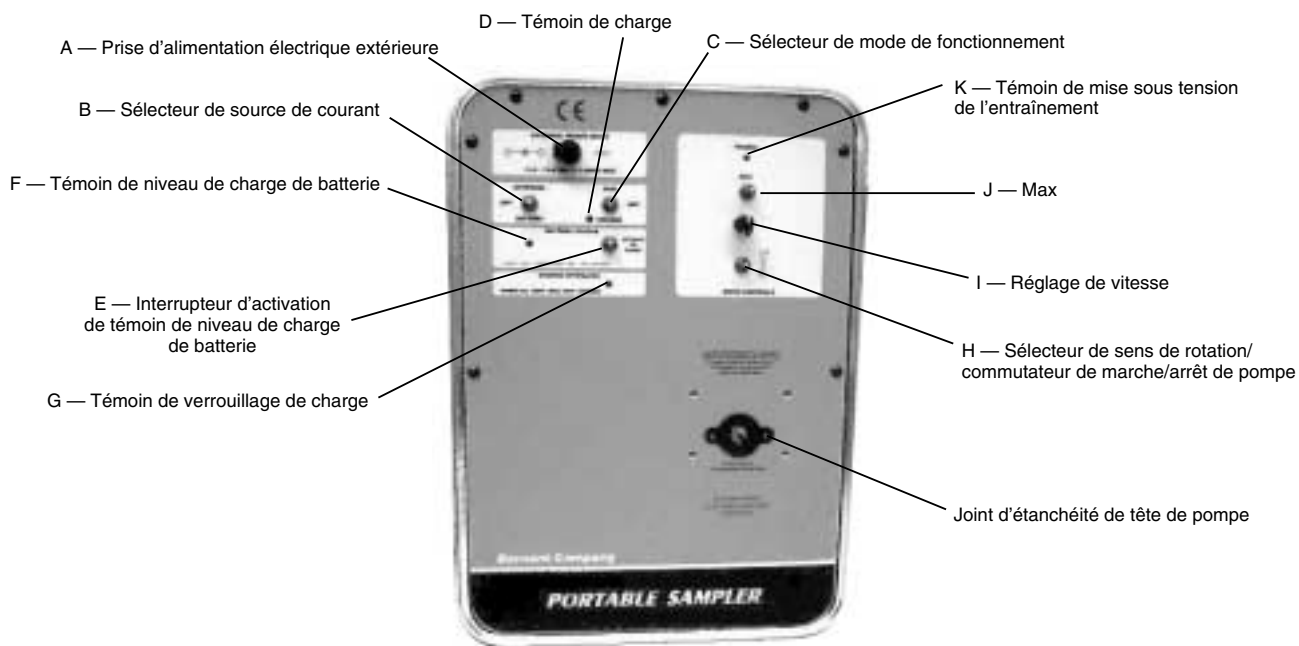

FIGURE 1 PANNEAU DE COMMANDE
- A. **Connecter le bloc d'alimentation/transformateur alternatif-continu à l'entraînement** en relevant le couvercle de la prise d'ALIMENTATION ÉLECTRIQUE EXTÉRIEURE (A) et enfoncer la fiche d'alimentation coaxiale de 2,5 mm dans la prise. (Voir Figure 1.)
- A. Placer le **sélecteur de source de courant (B) (EXTERNAL/BATTERY, alimentation extérieure/batterie)** dans la position « **BATTERY** ».
- B. Placer le **sélecteur de mode de fonctionnement (C) (RUN/CHARGE, marche/charge)** en position « **RUN** ».
- C. Tourner le **sélecteur de sens de rotation/commutateur de marche/arrêt de pompe (H)** dans le sens horaire ou antihoraire. (Voir Figure 1.) (Lors d'un changement de sens, commencer par mettre l'appareil hors tension en plaçant le sélecteur dans sa position centrale, qui est celle d'ARRÊT.)
- D. **Régler le débit de la pompe** à l'aide du potentiomètre à 1 tour de **réglage de vitesse (I)** en tournant celui-ci dans le sens horaire pour augmenter le débit ou dans le sens antihoraire pour le réduire.
- E. Pour « **amorcer le tube** », basculer l'**interrupteur « MAX » (J)** vers le haut ou vers le bas pour faire tourner la pompe à la vitesse maximum.
- A. Placer le **sélecteur de source de courant (B) (EXTERNAL/BATTERY, alimentation extérieure/batterie)** dans la position « **EXTERNAL** ».
- B. **Raccorder le bloc d'alimentation/transformateur alternatif-continu au secteur.** Placer le **sélecteur de source de courant (B) (EXTERNAL/BATTERY, alimentation extérieure/batterie)** dans la position « **EXTERNAL** ».
- C. **Placer le sélecteur de mode de fonctionnement (C) (RUN/CHARGE, marche/charge)** en position « **RUN** ».
- D. **Tourner le sélecteur de sens de rotation/commutateur de marche/arrêt de pompe (H)** dans le sens horaire ou antihoraire. (Voir Figure 1.) (Lors d'un changement de sens, commencer par mettre l'appareil hors tension en plaçant le sélecteur dans sa position centrale, qui est celle d'ARRÊT.)
- E. **Régler le débit de la pompe** à l'aide du potentiomètre à 1 tour de **réglage de vitesse (I)** en tournant celui-ci dans le sens horaire pour augmenter le débit ou dans le sens antihoraire pour le réduire.
- F. **Pour « amorcer le tube », basculer l'interrupteur « MAX » (J)** vers le haut ou vers le bas et le maintenir dans cette position pour faire tourner la pompe à la vitesse maximum.